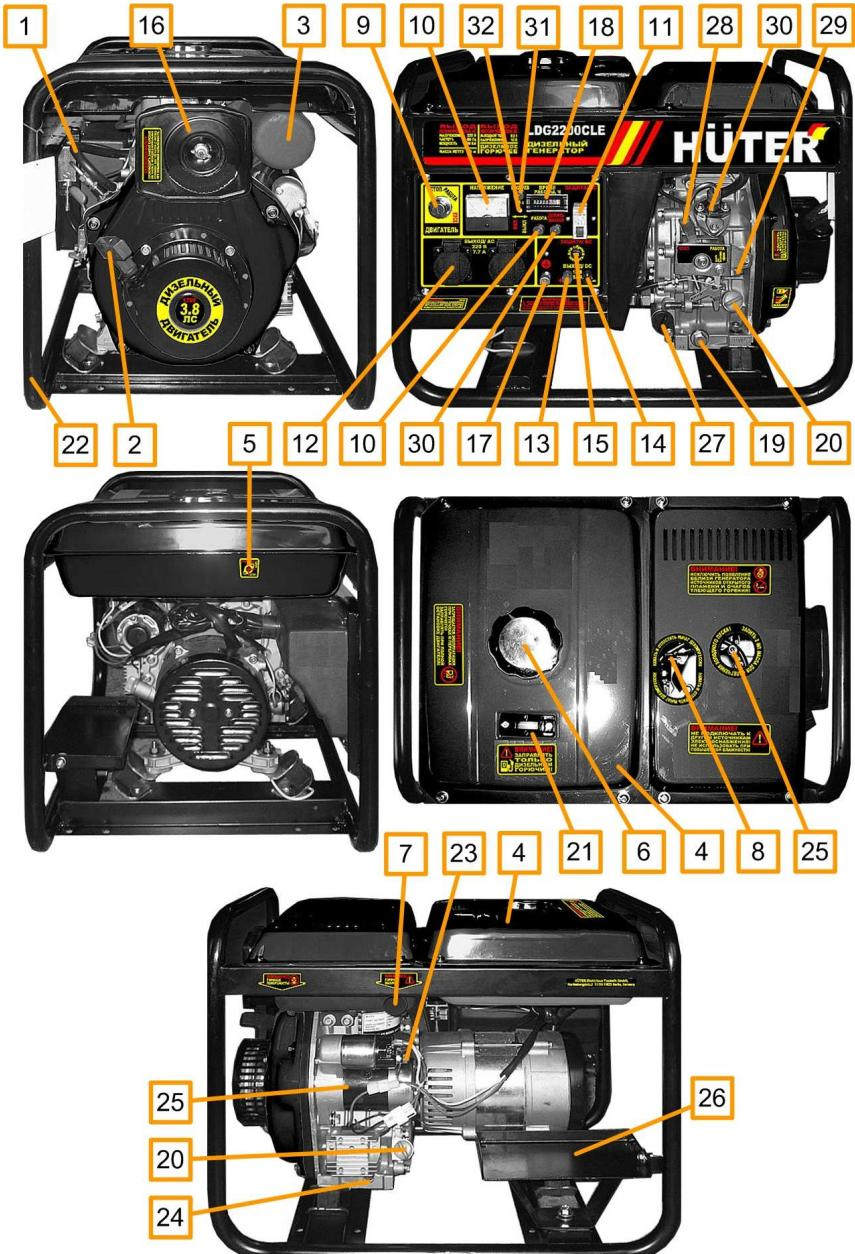

Рис. 1.
4.1. Преречень составных частей изделия (рис. 1).
5.3.1. Вывинтить щуп поз. 24 (рис. 1) и залить в картер масло соответствующего типа (таблица 2 п. 8) до нижнего края горловины. Вставить чистый сухой щуп в горловину картера и вынуть его. Проверить уровень масла: граница смоченной области щупа должна располагаться между отметками минимального и максимального уровней.
При установке генератора следует подключить к резьбовой клемме поз. 21 (рис. 1) проводник заземляющего устройства, удовлетворяющего требованиям раздела 10: «Обеспечение требований безопасности».
соответствии с рис. 18 указанного каталога (см. также рис. 1, поз. 26) и установить на него подготовленную к работе батарею.
**Внимание!** Подготовку к работе и обслуживание аккумуляторной батареи производить в соответствии с руководством по эксплуатации на батареи конкретных типов. Подключить провода аккумуляторной батареи поз. GB1 (Приложение 1) к клеммам поз. 23, 24 (рис. 1), второго соблюдая указанную полярность (положительный полюс аккумуляторной батареи должен быть подключен к клемме реле стартера).
**Внимание!** При пуске нового генератора удалить воздух из топливного насоса, открутив накидную гайку топливопроводной металлической трубы на насосе поз. 30 (рис. 1) и открыв топливный кран – после начала истечения топлива из штуцера насоса присоединить топливопровод, накидную гайку затянуть.
5.6.1. Отключить все потребители переменного тока от генератора, переведя рычаг автоматического выключателя поз. 11 (рис. 1) в отключенное положение «0», отсоединить потребители постоянного тока от клемм поз. 13, 14 (рис. 1).
5.6.3. Перевести рычаг регулятора скорости поз. 28 (рис. 1) в крайнее правое положение («РАБОТА»).